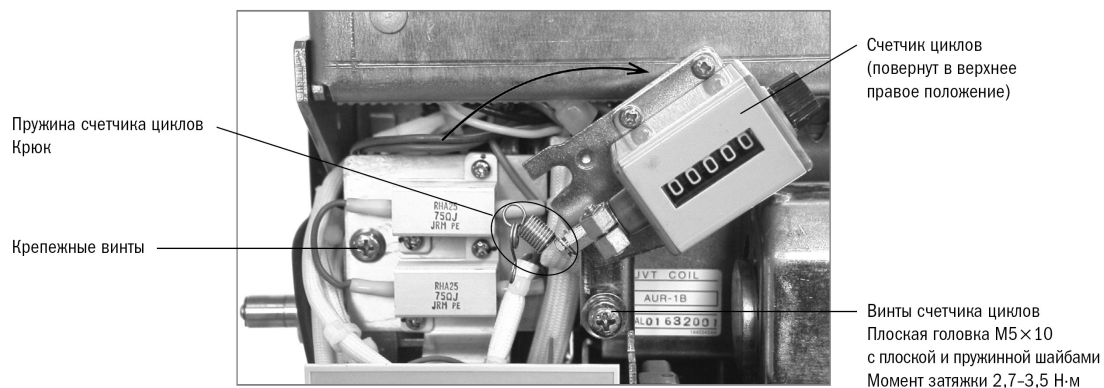

Рисунок 55. Отсоединение счетчика циклов
- 4) Если AR ACB оснащен счетчиком циклов, отсоедините крючок, расположенный под пружинной счетчика циклов, проверните монтажные винты счетчика циклов два или три раза, с тем чтобы ослабить их (но не извлекайте их). Затем отсоедините счетчик циклов в направлении вверх вправо. См. рисунок 55.